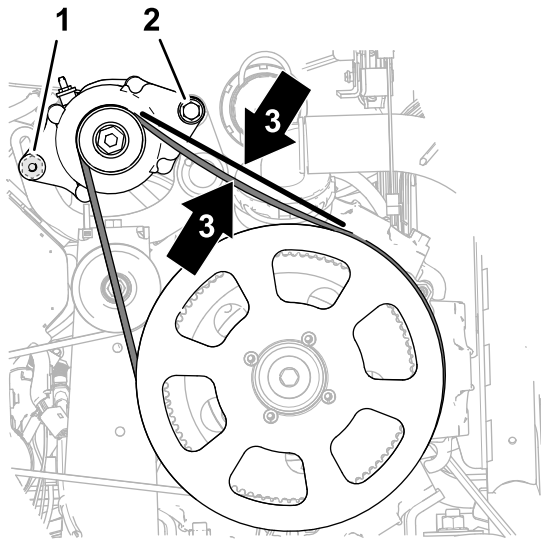

Figure 186
4. Tournez l'alternateur (Figure 186) pour augmenter la tension de la courroie jusqu'à obtention d'une flèche de 9,5 mm quand vous exercez une force de 4,5 kg entre la poulie d'alternateur et la poulie d'entraînement (279 mm).